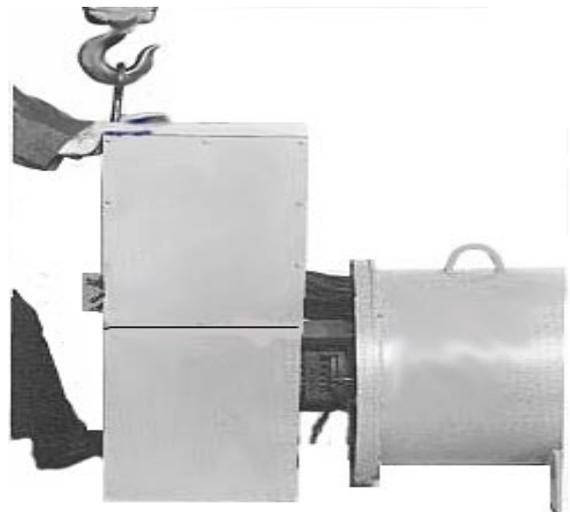

Figure 6-7
4. Enlever la boîte à bornes (Figure 6-7)